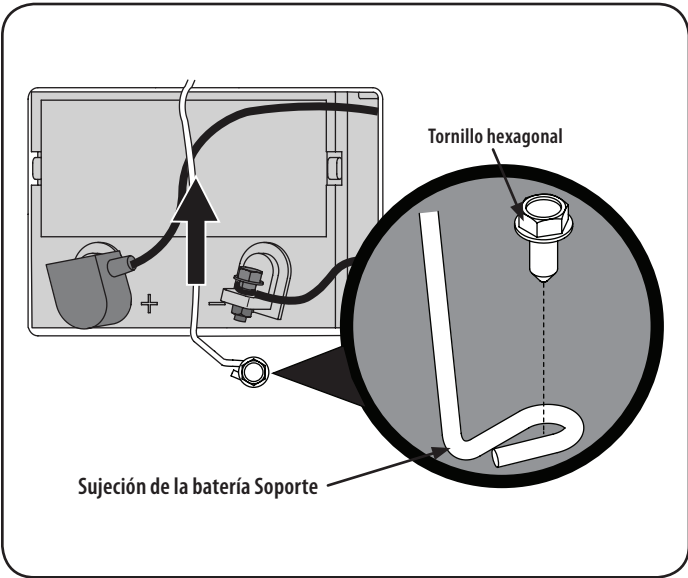

Figura 22
1. Retire el tornillo de la arandela hexagonal que fija la sujeción de la batería soporte a la estructura. A continuación, darle la vuelta al soporte de sujeción de la batería hacia arriba para liberar la batería. Vea la Figura 22.